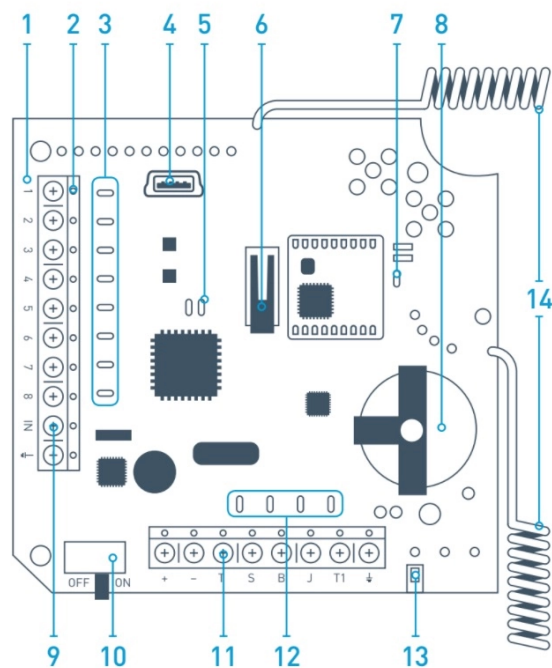

Figura 1. Ricevitore per sensori wireless ocBridge Plus
1. Connettere l'unità ocBridge Plus al computer mediante un cavo USB (tipo A – mini USB), utilizzando il connettore «4» (Figura 1). Accendere il ricevitore con l'interruttore «10» (Figura 1).
Descrizione dell'indicatore luminoso «5» (Figura 1):